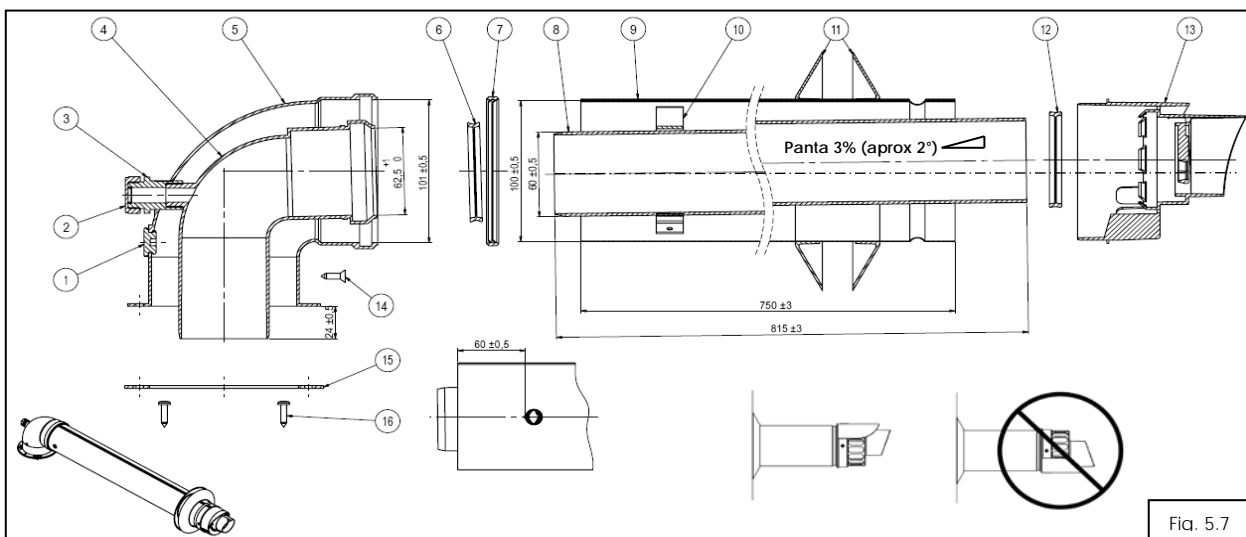

Fig. 5.7
### 5.7.1 Utilizare kit coaxial condensare (tub interior plastic)-fig.5.7
**Kitul de admisie-evacuare coaxial, fig.5.7 se livreaza impreuna cu centrala.** Evacuarea gazelor se face printr-un tub cu diametrul Ø60mm, coaxial cu tubul de admisie a aerului de diametrul Ø100 mm.